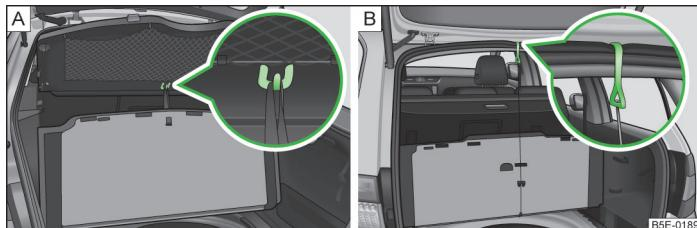

Fig. 85 Fijar la moqueta: Octavia / Octavia Combi
- Octavia: con el lazo en un gancho en la cubierta del maletero » fig. 85 - [A];
- Octavia Combi: con el gancho en el borde de la tapa del maletero » fig. 85 - [B].